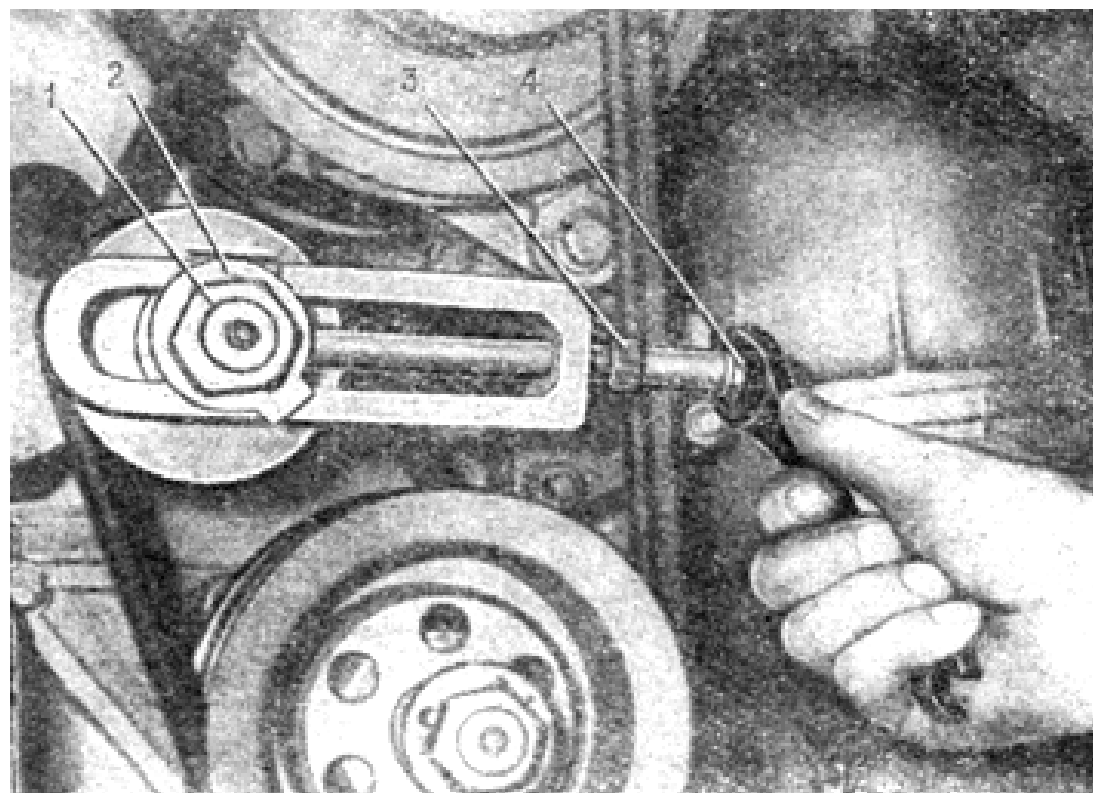

Рис. 11. Регулировка натяжения ремней привода генератора:
3. Для регулировки натяжения ремней отпустить гайку 1 (рис. 11) крепления оси натяжного ролика, предварительно выправив загнутые края стопорной шайбы 2, и отпустить контргайку 3 регулировочного болта 4.